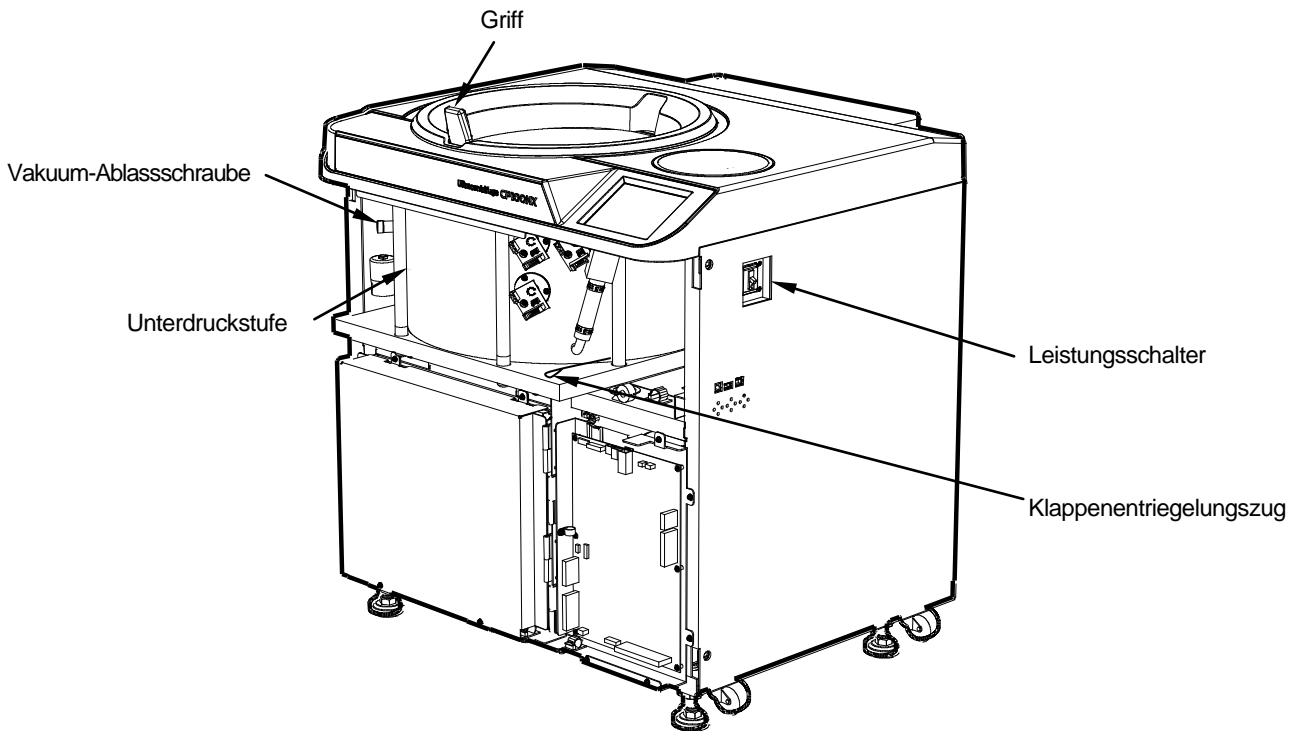

Abb. 3-5-2 Ultrazentrifuge mit abgenommener Frontabdeckung
- (4) Öffnen Sie die Belüftung (durch Drehen der Vakuum-Ablassschraube links neben der Unterdruckkammer nach links), um Luft in die Rotorkammer zu lassen. Vergessen Sie nicht, die Vakuum-Ablassschraube wieder anzuziehen, wenn der Druck in der Rotorkammer Atmosphärendruck erreicht hat. (Siehe Abb. 3-5-2)
- (5) Ziehen Sie am Klappenentriegelungszug an der rechten Seite der Unterdruckkammer und drücken Sie gleichzeitig den Klappengriff. Die Klappe öffnet sich dabei. Vergewissern Sie sich beim Öffnen der Klappe davon, dass der Rotor stillsteht. Sollte er sich noch drehen, schließen Sie die Klappe sofort wieder.
- (6) Entnehmen Sie den Rotor. Nach Entfernen des Rotors schließen Sie die Belüftung und bringen die Frontabdeckung wieder an der Ultrazentrifuge an. Führen Sie in umgekehrter Reihenfolge des Ausbaus die obere Kante der Frontabdeckung unter dem Tisch ein und setzen sie die untere Kante der Frontabdeckung auf das Stützblech auf. Drücken Sie die Frontabdeckung fest an den Rahmen, vergewissern Sie sich, dass keine Zwischenräume zwischen den Teilen verbleiben, und befestigen Sie die Abdeckung mit vier M5-Sechskantschrauben.